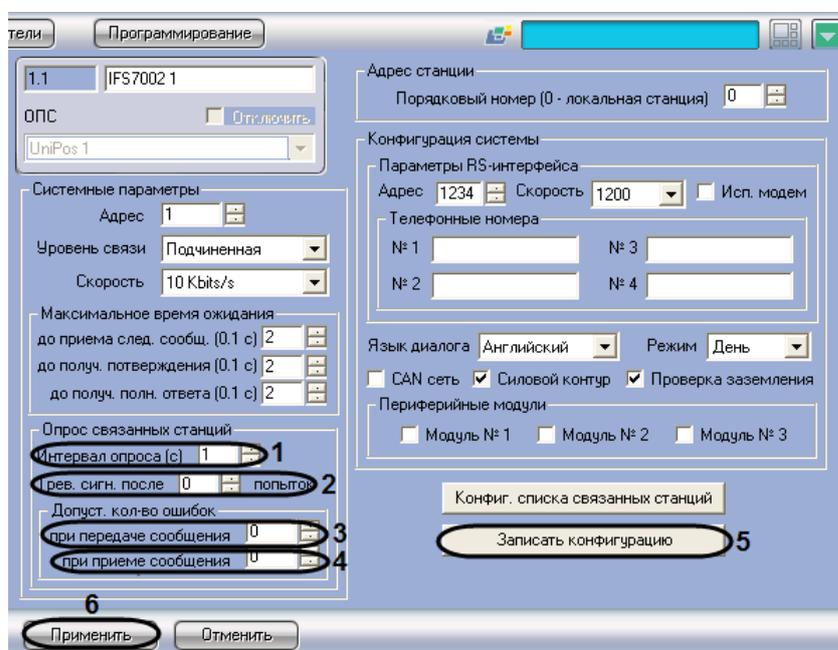

Рис. 3.3-9 Настройка опроса связанных станций
1. Перейти на панель настройки объекта **IFS7002** (Рис. 3.3-9).
2. В поле со списком **Интервал опроса (с)** ввести интервал времени между двумя последовательными проверками станцией CAN-соединений со связанными станциями. Параметр измеряется в секундах (см. Рис. 3.3-9, **1**)
3. В поле со списком **Треп. сигн. после попыток** задать частоту успешных проверок станцией CAN-соединения, сопровождающихся коротким оповещением по зуммеру. В случае, если задано значение **0**, оповещение по зуммеру в случае успешной попытки не производится. В случае, если задано значение N, оповещение производится для каждой N-ной успешной проверки (см. Рис. 3.3-9, **2**).
4. В поле **при передаче сообщения** группы **Допуст. кол-во ошибок** ввести с помощью кнопок **вверх-вниз** максимальное допустимое количество CAN-ошибок при передаче сообщения связанной станции. При превышении данного количества соединение со связанной станцией считается разорванным (см. Рис. 3.3-9, **3**).
5. В поле **при приеме сообщения** группы **Допуст. кол-во ошибок** ввести с помощью кнопок **вверх-вниз** максимальное допустимое количество CAN-ошибок при получении сообщения от связанной станции. При превышении данного количества соединение со связанной станцией считается разорванным (см. Рис. 3.3-9, 4).
6. Для применения настроек на станции нажать кнопку **Записать конфигурацию** (см. Рис. 3.3-9, 5).
7. Для сохранения настроек во внутренней базе данных ПК *Интеллект* нажать кнопку **Применить** (см. Рис. 3.3-9, 6).